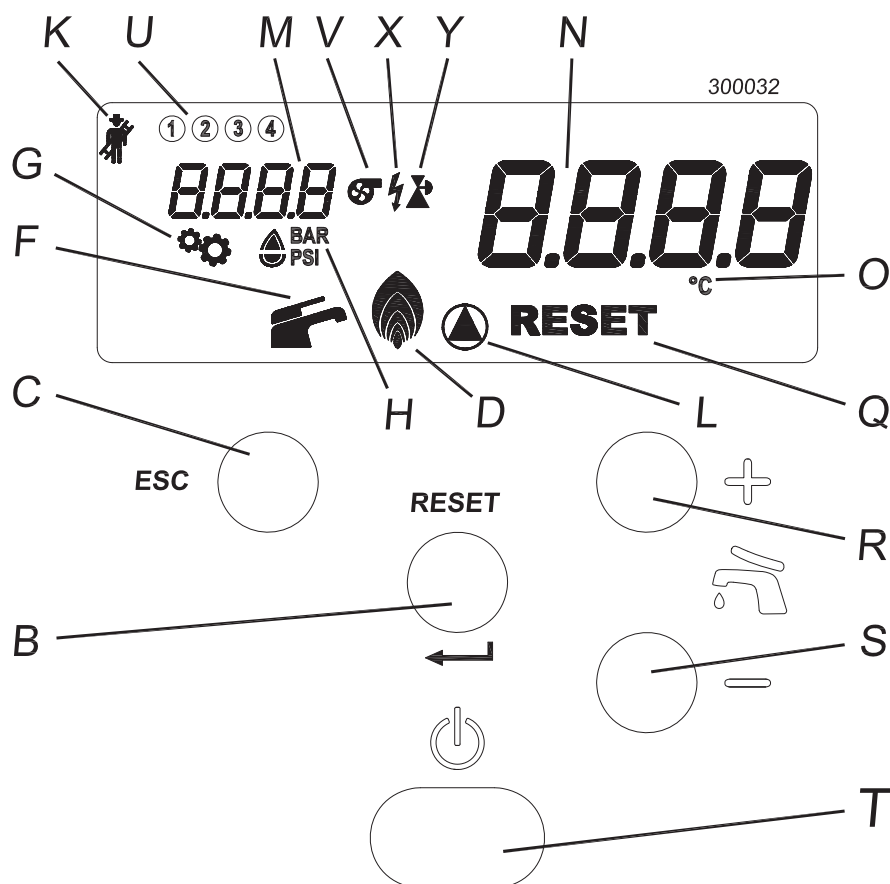

Figura 7-1 - Quadro comandi
1.-accendere l'apparecchio tramite l'interruttore "T" di Figura 7-1;
Legenda Figura 7-1
Se l'apparecchio deve rimanere spento per un tempo relativamente breve (qualche giorno e comunque senza che vi possa essere un rischio di gelo), è sufficiente togliere tensione dall'interruttore "T" di Figura 7-1.
La regolazione della temperatura dell'acqua calda sanitaria si esegue agendo sui tasti  + e  - . Premuto uno dei due tasti, il visore "N" (Figura 7-1) comincia a lampeggiare e a mostrare la temperatura che si sta impostando. Il campo di regolazione entro il quale si può regolare la temperatura del sanitario va da 40°C a 60°C. Tenendo premuto il tasto  = anche sotto 40°C, comparirà la scritta **OFF** ad indicare lo spegnimento del servizio sanitario evidenziato anche dallo spegnimento dell'icona  "F" (Figura 7-1).
Premendo il tasto RESET per 2 secondi si accede al Menù “utente”. Il visore “M” di Figura 7-1, comincia a mostrare il parametro **1001** ad indicare all'utente l'avvenuto cambio di modalità.